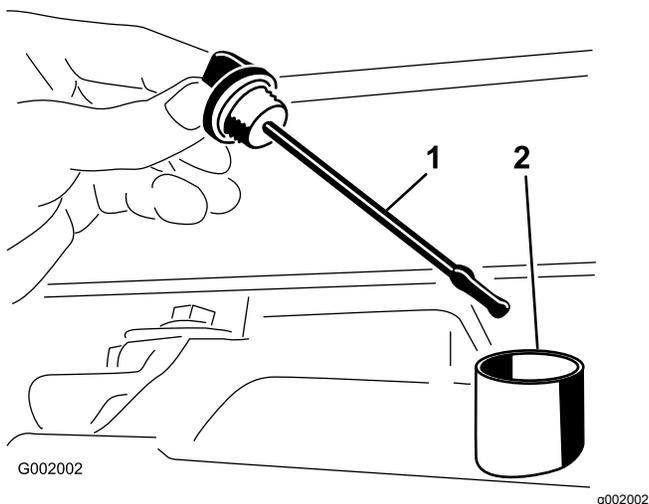

Рисунок 52
2. Выньте масломерный щуп моста с коробкой передач и протрите его чистой ветошью (Рисунок 52).